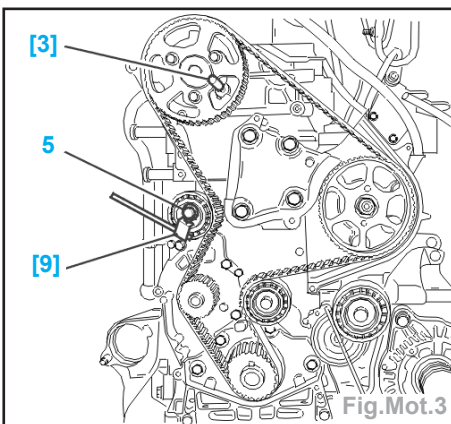

Fig.Mot.3
- Piger la poulie d'arbre à cames à l'aide de l'outil [3] (Fig.Mot.3).
- Desserrer la fixation du galet tendeur (5).